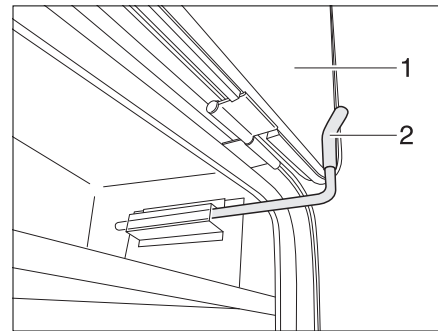

Bild 55 Sicherungshaken Außenklappe, Feststellposition
- Die Außenklappe (Bild 55,1) öffnen und nach oben gegen die Wand des Fahrzeugs klappen.
- Den Sicherungshaken (Bild 55,2) nach oben drehen und die Außenklappe (Bild 55,1) dahinter verkeilen.
- Den Sicherungshaken (Bild 55,2) ziehen und nach unten drehen.